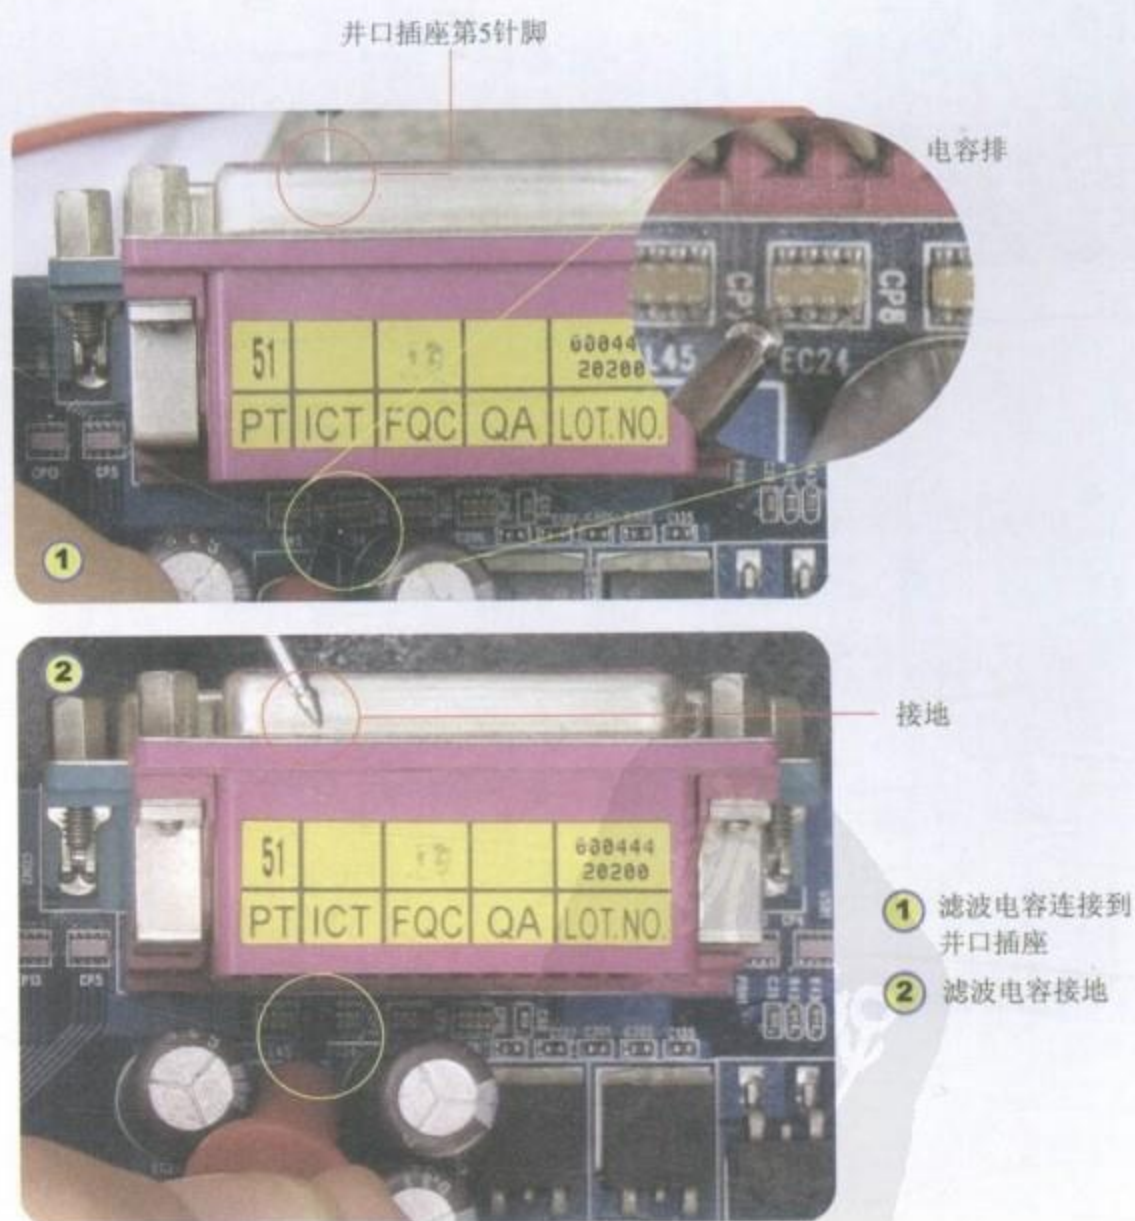

图5-45 测量并口电路中滤波电容的连接线路
Step 03 测量并口电路中滤波电容的连接线路，如图5-45所示。